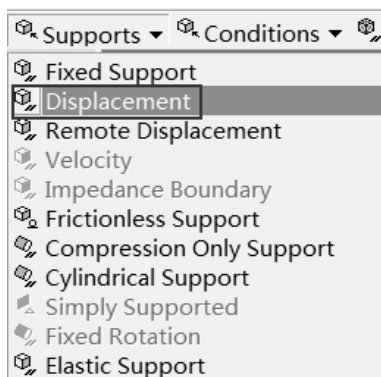

图 5-144 选择约束
Step2 : 选择 Environment(环境) 工具栏中的 Supports Displacement 命令 , 如图 5-144 所示。